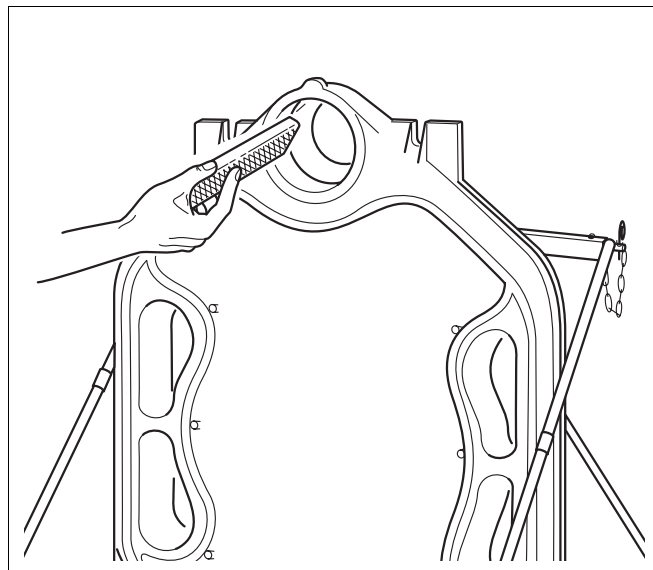

Рис. 7
- Если есть заусенцы на ступицах, то их надо зачистить напильником (рис. 7).
- Если есть заусенцы на ступицах, то зачистить их напильником (согласно рис. 7).